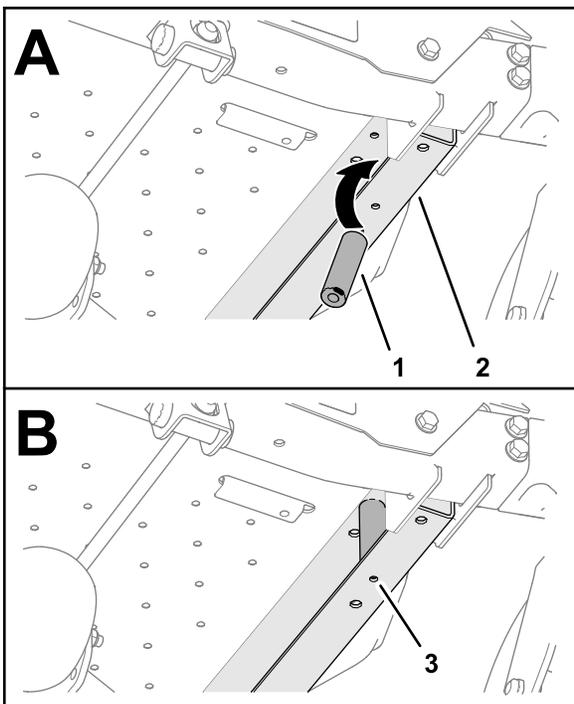
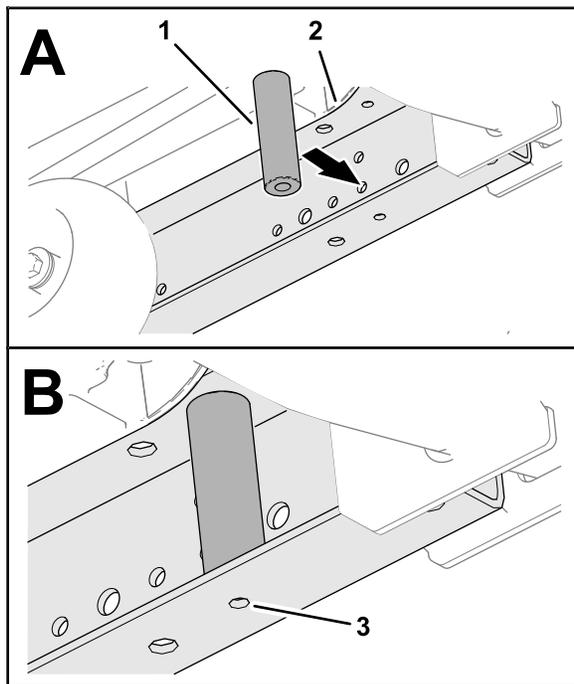

Bild 6
Bild 7
1. Setzen Sie des Stütz-Distanzstücks in die Rahmenschiene ein, wie in Bild 6 oder Bild 7 dargestellt.